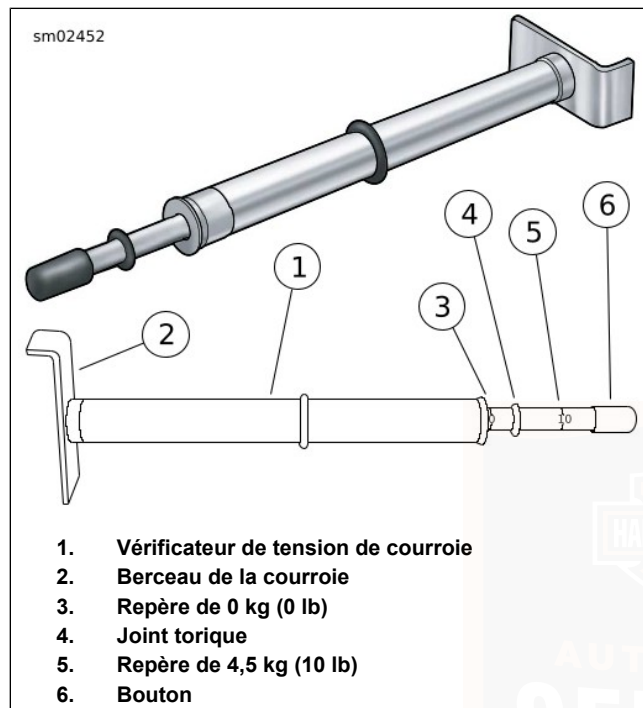

Figure 74. Vérificateur de tension de courroie
2. Voir Figure 74. Se procurer le BELT TENSION GAUGE (VÉRIFICATEUR DE TENSION DE COURROIE) (N° DE PIÈCE : HD-35381-A).